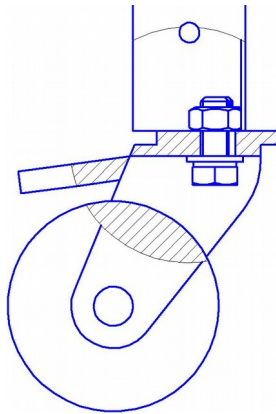

Рис. 4
5.4 После сборки стеллажа в стойки снизу устанавливаются регулируемые болты М10х30 или колёса см. рис. 4 (если стеллаж поставляется с колёсами).